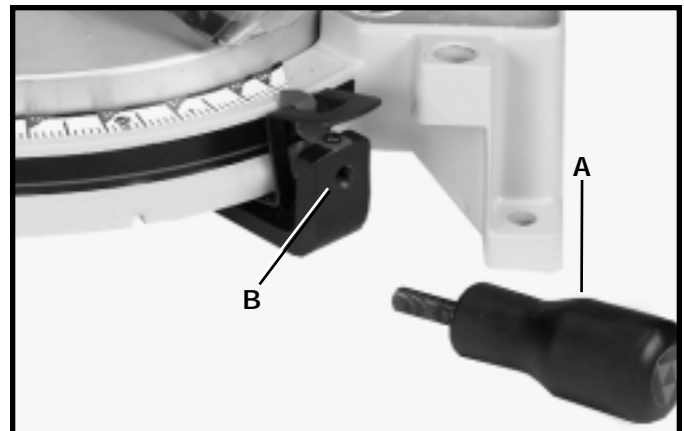

Fig. 3
Vissez la poignée de verrouillage de la table (A) fig. 3 dans le trou taraudé (B) du support du bras.